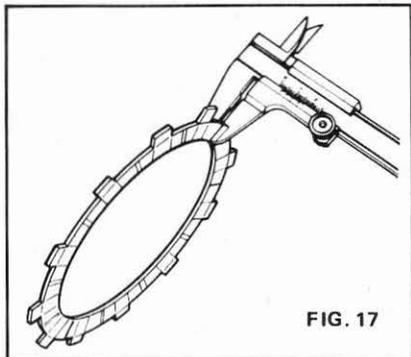

FIG. 17
a) L'épaisseur des disques garnis (fig. 17). Trop usés, ils feront patiner l'embrayage.